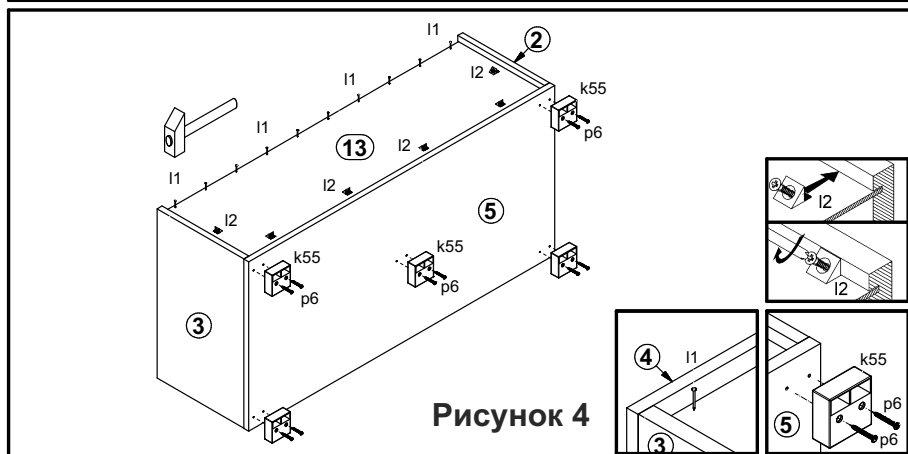

Рисунок 4
4. На нижней поверхности щита нижнего **5** закрепить опоры полимерные **k55** шурупами **p6** (см. рис. 4).
7. Положить корпус тумбы фасадными кромками вниз на ровную поверхность и выровнять его, измеряя рулеткой расстояние между противоположными углами по диагонали. Расстояния должны быть равными (см. рис. 4).
8. Вставить стенку заднюю **13** в пазы в деталях **2, 3, 5** и закрепить её на корпусе изделия гвоздями **I1** с шагом **80-120 мм** и элементами крепления задней стенки **I2** (см. рис. 4). Установить тумбу на опоры.